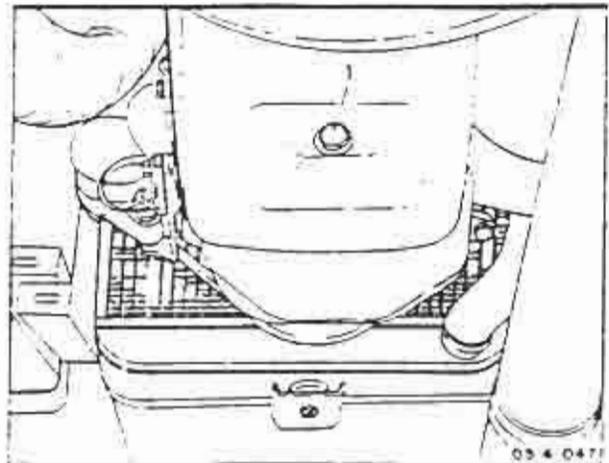

FIGURA 2
2. Colocar um recipiente adequado sob o bujão de escoamento (1), localizado na parte inferior traseira do cárter (figura 2).